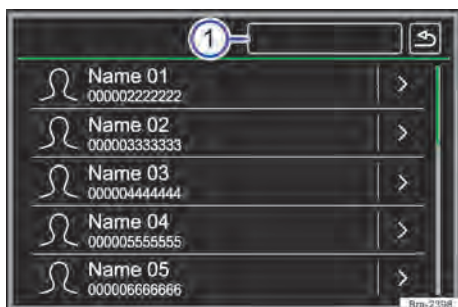

Fig. 159 Menu Contatos (agenda telefônica).
Selecionar contato da lista	Tocar na área de função  → Fig. 159 ① para abrir a máscara de procura. Inserir nomes desejados na máscara de procura → Fig. 160. Com cada inserção ►
Abrir a exibição de detalhe de um contato	Tocar na superfície de função → Fig. 159 ao lado da entrada na lista de contato. Na vista detalhada, são exibidos todos os números de telefone e, se for o caso, dados de endereço, que estão salvos para este contato.